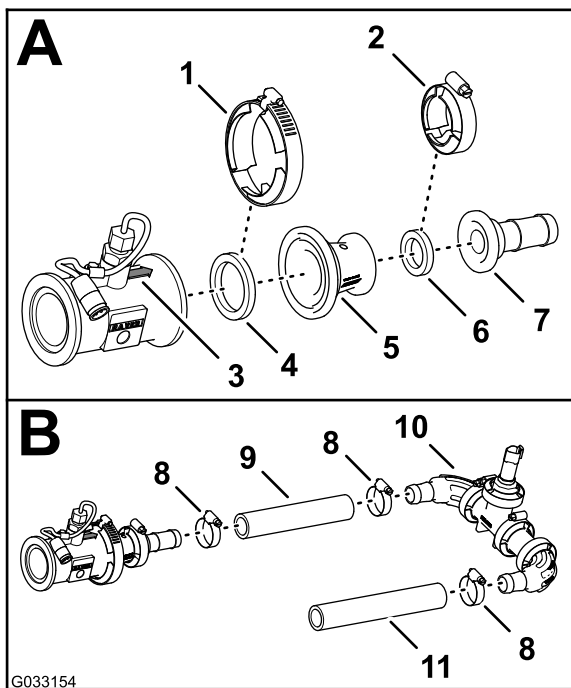

Figura 83
1. Alinhe a junta (5,7 cm) e o adaptador do redutor que retirou no passo 4 de Retirar o tubo do conector e o adaptador redutor \(página 24\) com a extremidade do fluxímetro para o qual a seta direcional aponta (Figura 83).
2. Prenda o fluxímetro e a junta (5,7 cm de diâmetro exterior) ao adaptador (Figura 83) com um grampo flangeado (76 mm) que retirou nos passos 2 e 3 de Retirar o tubo do conector e o adaptador redutor (página 24).
3. Alinhe a junta (5,7 cm) e a união roscada do tubo com a extremidade do adaptador do redutor (Figura 83).
4. Prenda a união de flange roscada, a junta e o adaptador do redutor (Figura 83) com um grampo flangeado (51 mm).
5. Monte o tubo (1 pol. x 7¼") na união de flange roscada e na união de cotovelo roscado do transdutor de pressão e coletor, como se mostra na Figura 83.
6. Prenda o tubo e as uniões roscadas com 2 braçadeiras de tubos (Figura 83).
7. Monte o tubo (1 x 8-1/2 pol.) na outra união de cotovelo roscada do transdutor de pressão e coletor, como se mostra na Figura 83.
8. Prenda o tubo e a união roscada com uma braçadeira de tubos (Figura 83).